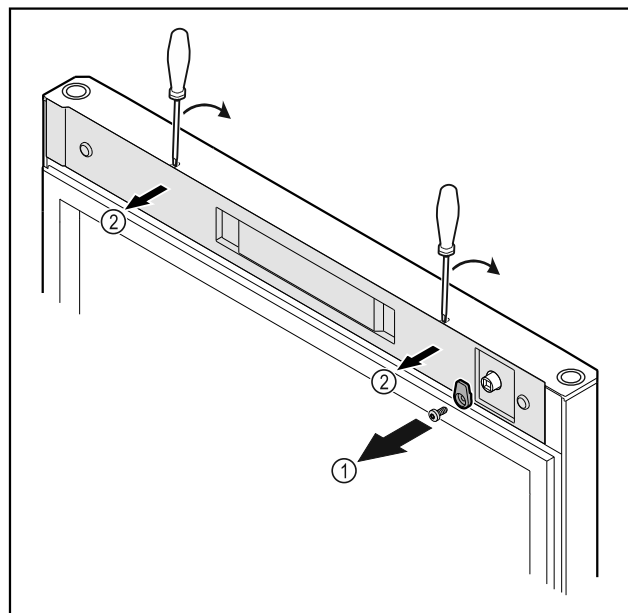

Fig. 10 *
- Dévisser le crochet de fermeture Fig. 10 (1)*
- Décrocher le cache Fig. 10 (2) avec un petit tournevis et le retirer.*